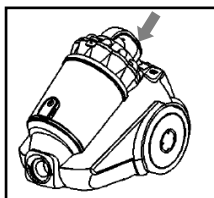

Fig. 4
- Scollegare l'aspirapolvere dalla rete, quindi tenere il serbatoio per la maniglia, premere il pulsante di rimozione del serbatoio (L) e tirarlo verso l'alto (Fig. 4).